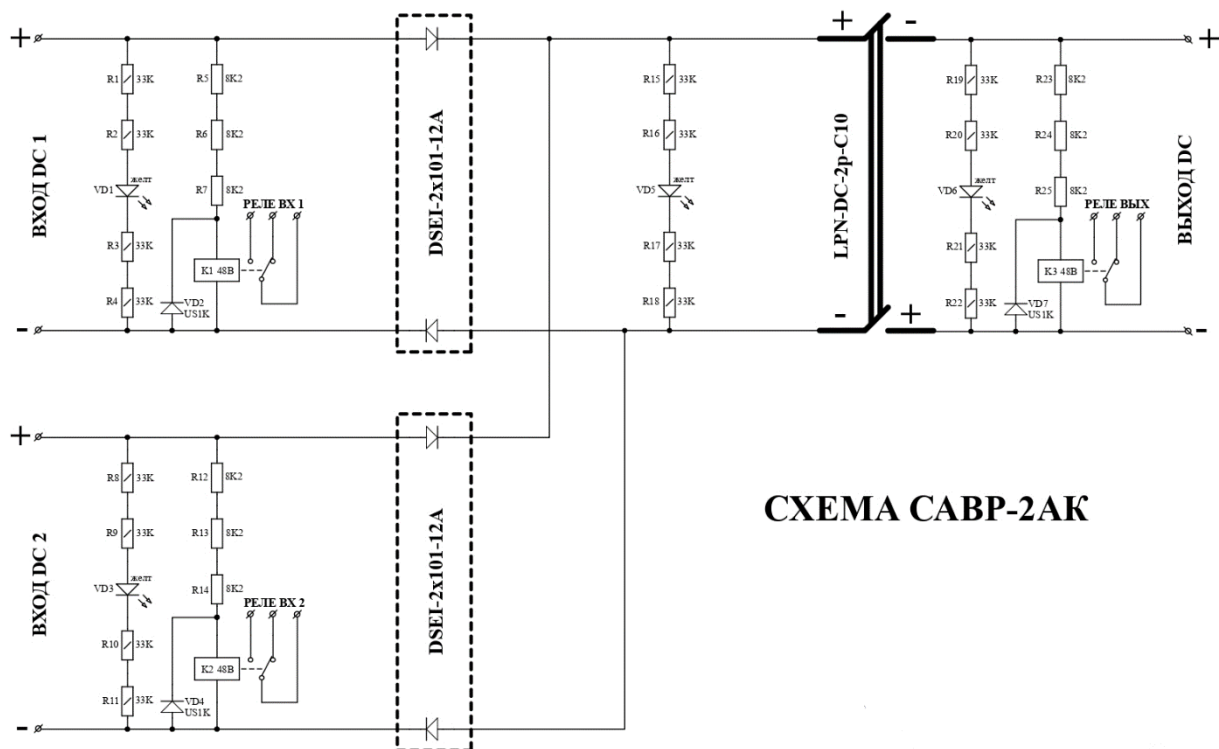

Рисунок 3 Схема подключения САВР с общим анодом и общим катодом.
- схема с общим анодом и общим катодом смотри рисунок 3.